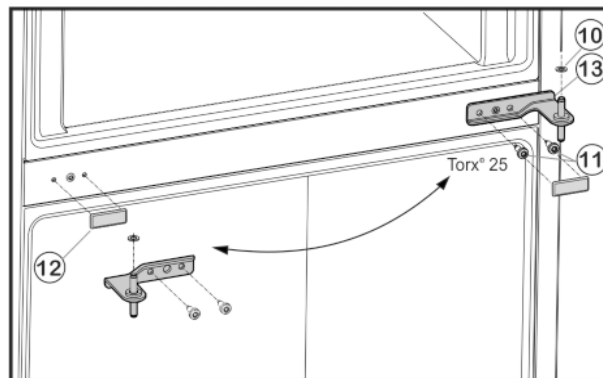

Fig. 6
- ▶ Noskrūvējiet stiprinājuma skrūves Fig. 6 (11) (2 reizes Torx® 25) un izvelciet vidējo gultņa balstu no apakšējām durvīm.
- ▶ Noņemiet plastmasas paplāksni Fig. 6 (10).
- ▶ Uzmanīgi noņemiet pārsegu Fig. 6 (12).
- ▶ Atkal uzlieciet pārsegu Fig. 6 (12) pretējā pusē.
- ▶ Ievietojiet vidējo gultņa balstu *Fig. 6 (13)*, pagrieztu par 180°, apakšējās durvis un pieskrūvējiet ar stiprinājuma skrūvēm *Fig. 6 (11)* (2 reizes Torx® 25) jaunajā eņģu pusē **stingri (ar 4 Nm)**.
- ▶ Uzlieciet atpakaļ plastmasas paplāksni *Fig. 6 (10)*.
- ▶ Uzlieciet augšējās durvis uz vidējā gultņa balsta *Fig. 6 (13)*.